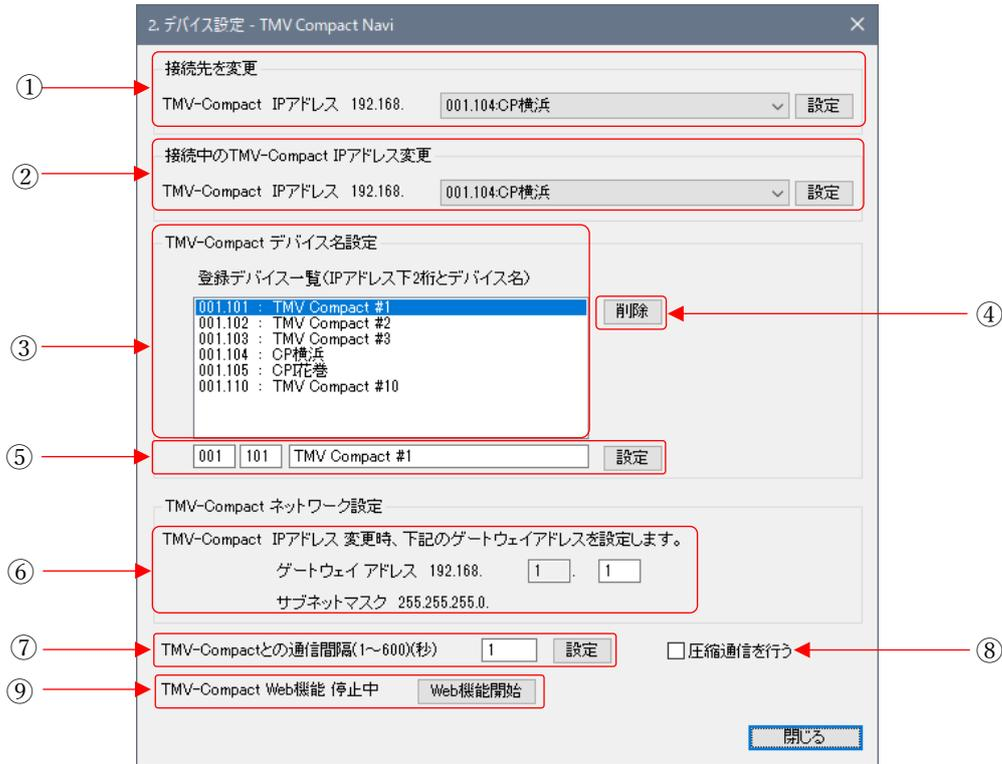

Fig. 3-5-2. デバイス設定パネル
[OK]をクリックしてダイアログを閉じると、再び Fig.3-5-2 の表示となりますが、①の設定内容が自動的に②の設定内容に更新されていますので、①の[設定]をクリックして接続を再開してください。